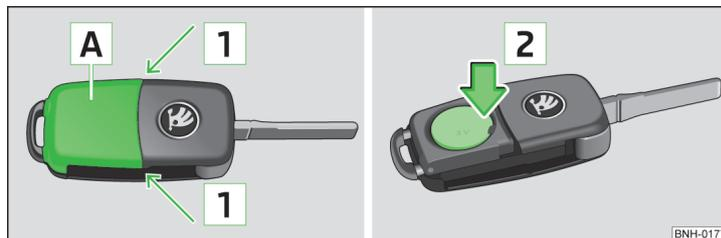

Fig. 138 Rimozione del coperchio / rimozione della batteria
- Premere il coperchio della batteria **A** » fig. 138 con il pollice oppure con un cacciavite piatto in corrispondenza delle frecce **1**.